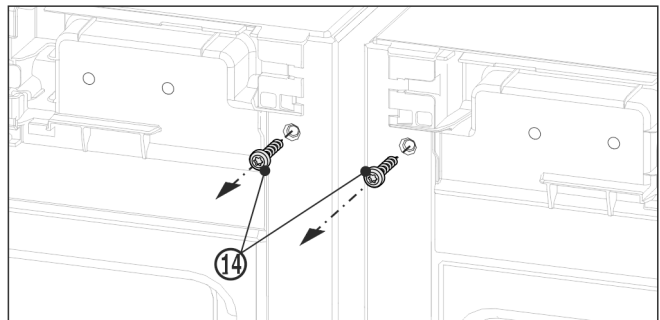

Fig. 12
- ▶ Înainte de montarea vinclului superior extrageți prin rotire cele două șuruburi pentru pământare Fig. 12 (14).